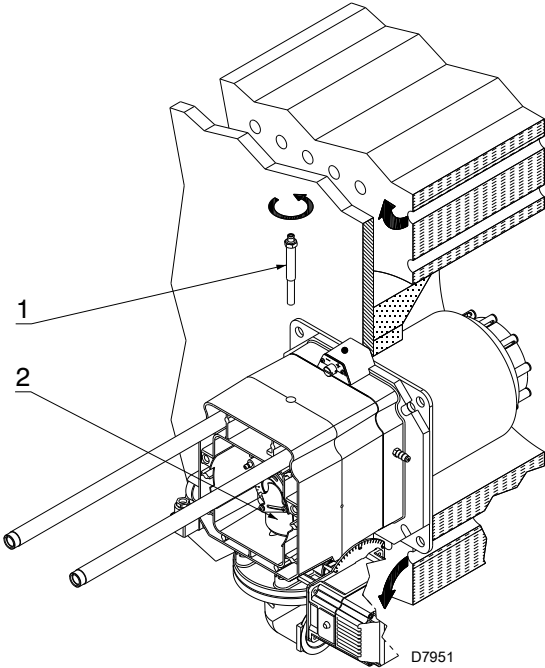

图 15
- 拆下螺丝 1)(图 15)
- 取出燃烧头内的部件 2)(图 15)，并调整它们。
安装进行到此处时，将燃烧头固定到锅炉上，如图 15 所示。这样很方便对燃烧头进行调节，并且该调节仅取决于燃烧器的最大出力。